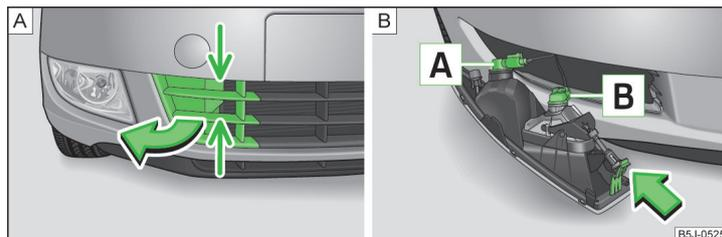

Abb. 158 Vorderer Stoßfänger: Schutzgitter / Ausbau des Nebelscheinwerfers
Glühlampenordnung » Abb. 158.
» Abb. 158 - **A** und die Abdeckkappe in Pfeilrichtung herausnehmen.
- › Die Hand in die Öffnung im Schutzgitter führen und die Rastnase » Abb. 158 - **B** in Pfeilrichtung drücken.